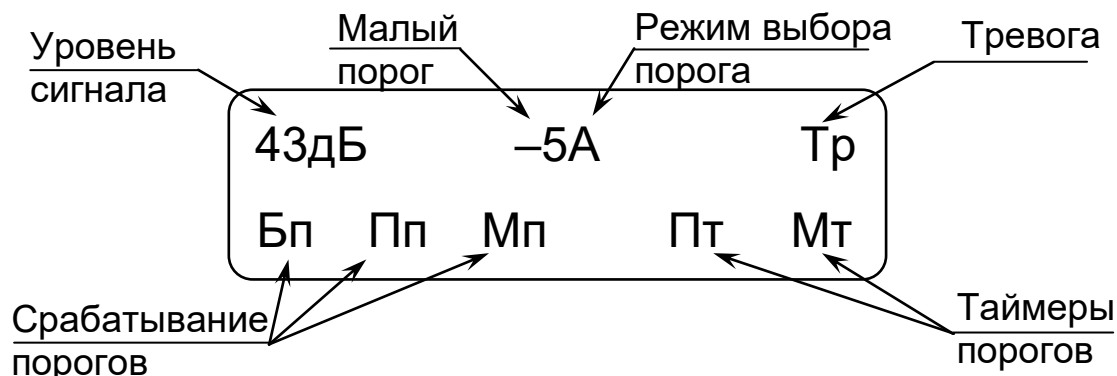

Рисунок 19 – Окно индикации параметров ТАНТАЛ-600 в автоматическом режиме выбора малого порога
2.10.4 *Индикация соответствия напряжения питания* производится после перевода ПК в режим индикации одновременно с отображением надписи «ДП-600». Если напряжение питания 10,2 В и выше, после индикации в течение пяти секунд сообщения «ПИТ. НОРМА» ПК переходит в режим отображения остальных параметров (см. рисунок 19). Если напряжение питания ниже 10,2 В (пониженное) ПК вместо представленных на рисунке 19 параметров индицирует сообщение «ПИТ. НИЗКО» в виде мигающих символов.
Индикация помехи (значок – «!!» на месте значка «Тр» см. рисунок 19) дублирует извещение сформированное извещателем. При включенном зуммере ПК звучит звуковой сигнал.